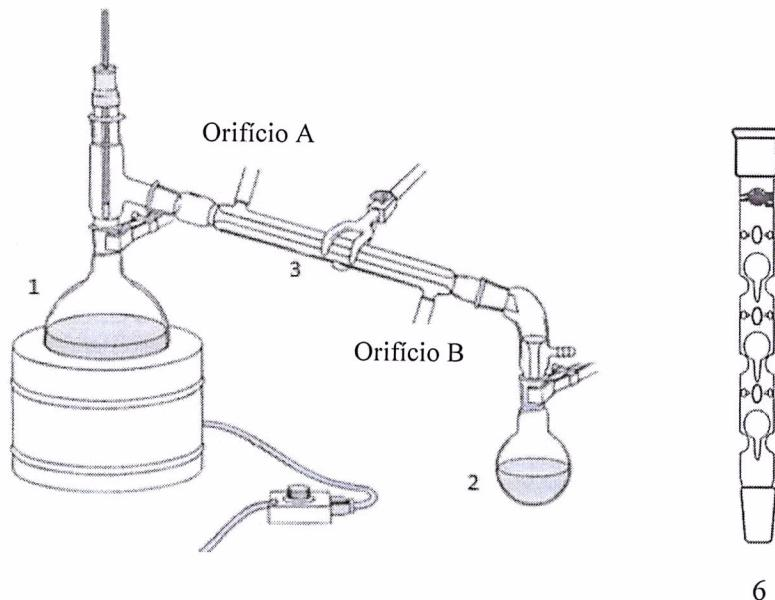

Figura 3. Montagem para recuperação da acetona, e vidraria 6.
3^a Questão (20 pontos). O procedimento de limpeza de vidrarias em laboratório é inicialmente realizado com água e sabão, e a limpeza final é feita com a utilização de acetona. A destilação da acetona é um procedimento comumente empregado para a sua recuperação e reutilização. A Figura 3 representa uma montagem para a realização deste procedimento. Complete os espaços a seguir.
a) O nome do procedimento de recuperação da acetona, empregando a montagem da figura 3, é **destilação simples**.
b) Para separar uma mistura de acetona ($T_e = 56\text{ }^{\circ}\text{C}$) e diclorometano ($T_e = 40\text{ }^{\circ}\text{C}$), líquidos miscíveis, utiliza-se a vidraria 6 adaptada à montagem da figura 3.